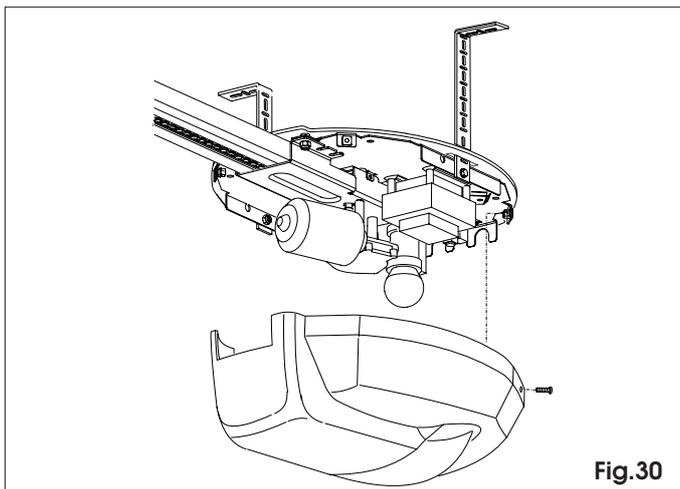

Fig.30
Connecter la terre de l'installation dans la borne dédiée (voir autocollant d'identification fig. 30 réf. A).
9.6 Bloquer le carter sur l'opérateur en utilisant des vis appropriées (fig.30).